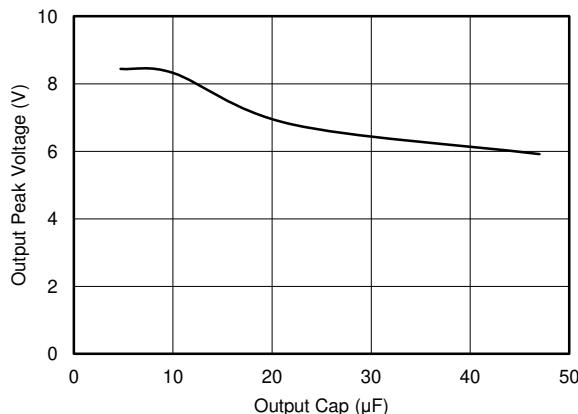

図 8-3. V_{OUT} のピーク電圧と C_{OUT} の関係 (V_{IN} ステップ：ランプアップ レート 1-V/μs で 5V ~ 15V)
V_{IN} が 7.6V を超えてランプ アップすると、 $t_{(OVLO_off_delay)}$ 後に TPS25200 により内部 MOSFET がオフになるまで、 V_{OUT} は V_{IN} に追従します。 $t_{(OVLO_off_delay)}$ は V_{IN} ランプ レートに大きく依存するため、 V_{OUT} でピーク電圧が観測されます。図 8-3 に示すように、出力キャパシタンスを大きくすると、出力ピーク電圧を低下させることができます。
- 出力キャパシタンスについては、図 8-3 を参照してください。低 ESR のセラミック コンデンサの使用を推奨します。